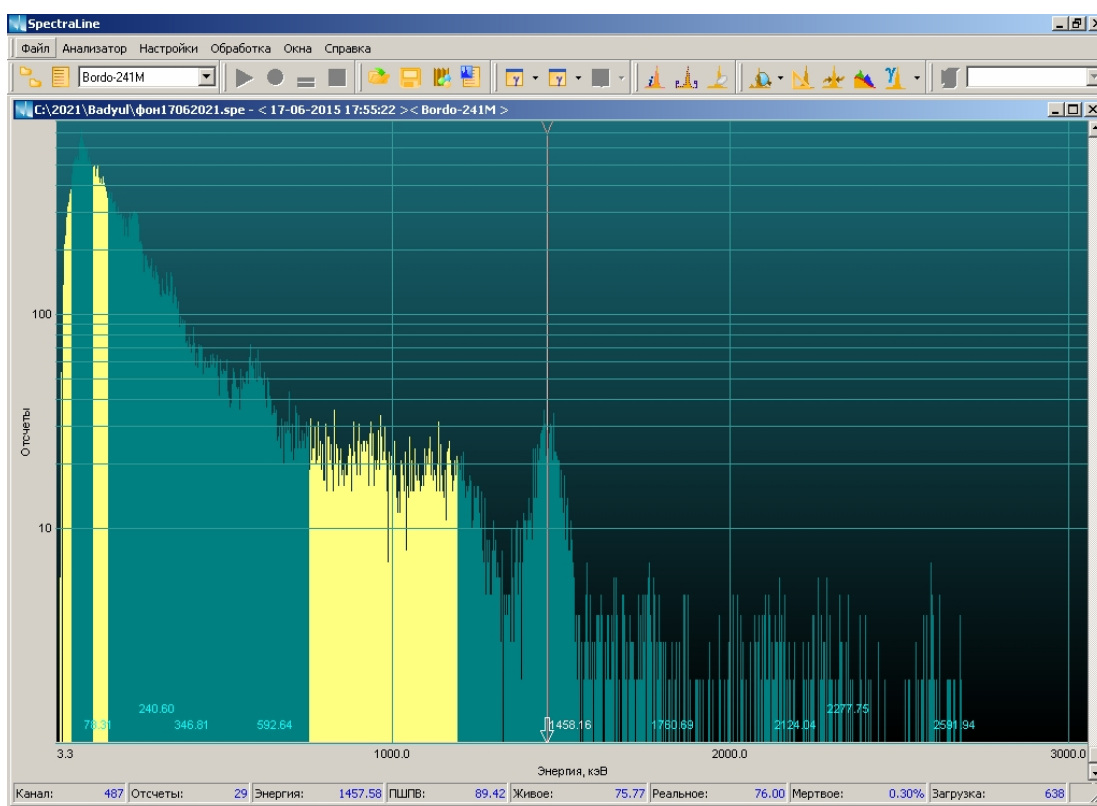

Рис. 3.1 Фоновий спектр
- фонове джерело моделюється Ra-226: $1.0E07Bq$; Th-232: $1.3E07Bq$; K-40: $2.5E08Bq$ у бочці з водою на відстані 100м від детектора (див. Рис. 3.1)